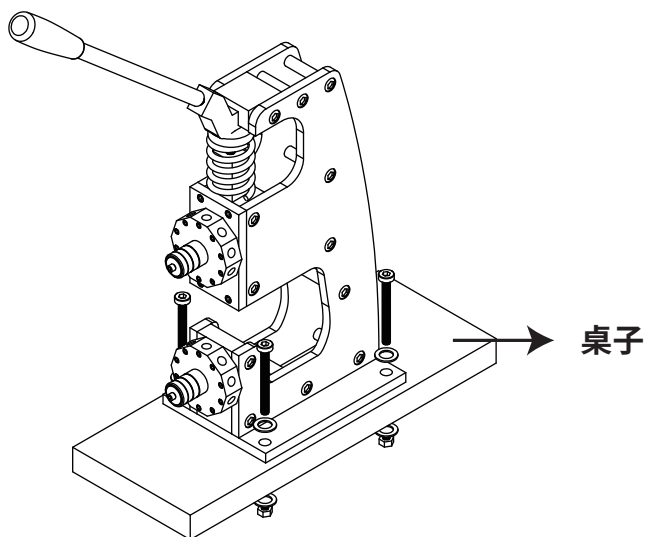
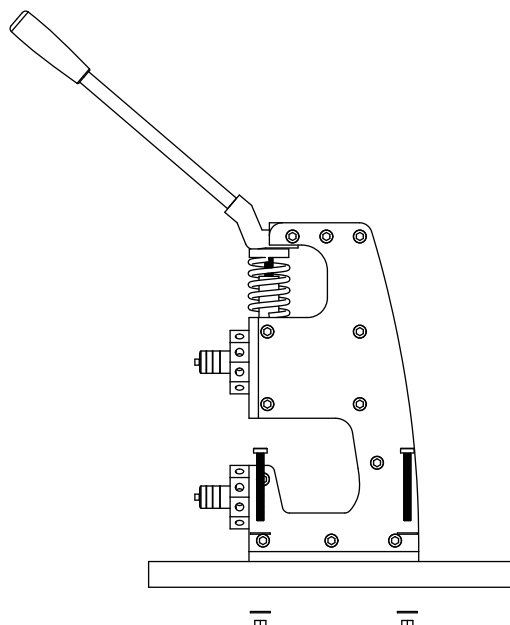

图7.1
图7.2
8.按照底座上的 4 个孔位在桌面上打孔。打孔完成后,如图7.1、图7.2所示,将底部固定螺丝(M)分别插入底座的 4 个孔位中,并拧紧固定。